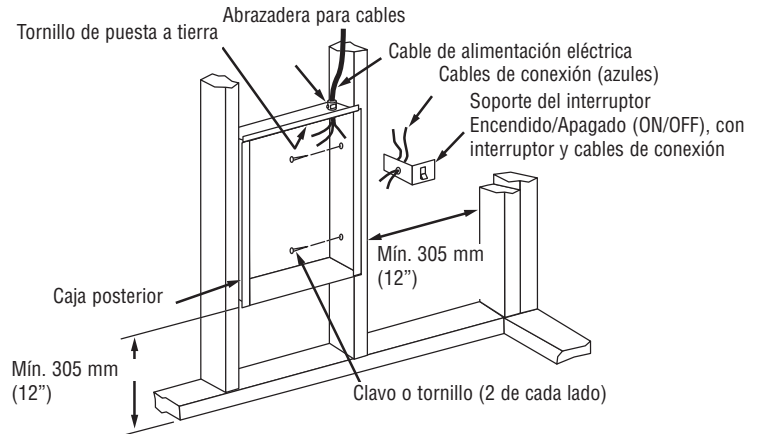

Figura 1. Ubicación de la caja posterior en una construcción nueva
3. Asegure la caja posterior en su posición con tornillos para madera o con clavos, como se muestra en la Figura 1.
4. Tienda un cable de alimentación eléctrica hacia el área de los prepunzonados, en el ángulo superior derecho de la caja posterior (vea la Figura 1). Todo el cableado debe hacerse de acuerdo con los códigos eléctricos nacionales y locales. Vea los calibres correctos de cables en 'Especificaciones'.